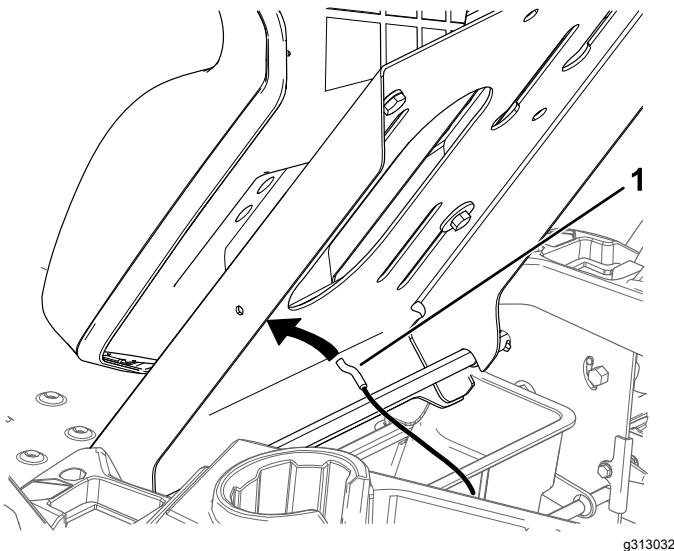

Figure 8
7. Accrochez le câble de basculement du siège à l'intérieur du plateau du siège (Figure 8).